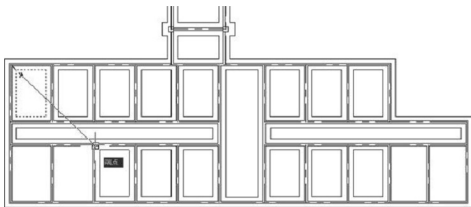

图 5.14 复制大放脚
(3) 将上面绘制的大放脚由【基础墙】图层换到【大放脚】图层。
(4) 启动【复制】命令(快捷键 CO)。
① 在**选择对象**: 提示下, 选择刚才偏移并经修剪后的大放脚作为被复制的对象, 按 Enter 键进入下一步命令。
② 在**指定基点或 [位移(D)] <位移>**: 提示下, 捕捉 A 点作为复制基点。
③ 在**指定第二个点或 <使用第一个点作为位移>**: 提示下, 分别捕捉所有 3900mm 开间的基础墙左上角阴角点, 如图 5.14 所示。